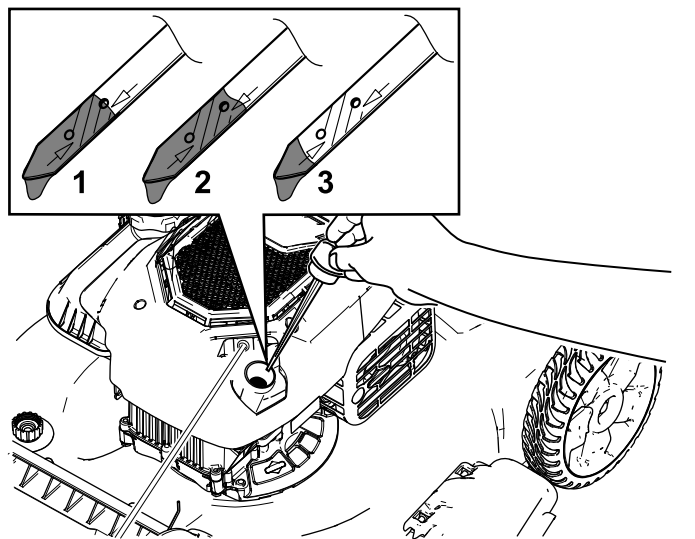

Рисунок 27
3. Извлеките масломерный щуп, повернув крышку против часовой стрелки и вытянув его (Рисунок 27).
10. Определите уровень масла по отметкам на щупе (Рисунок 27).